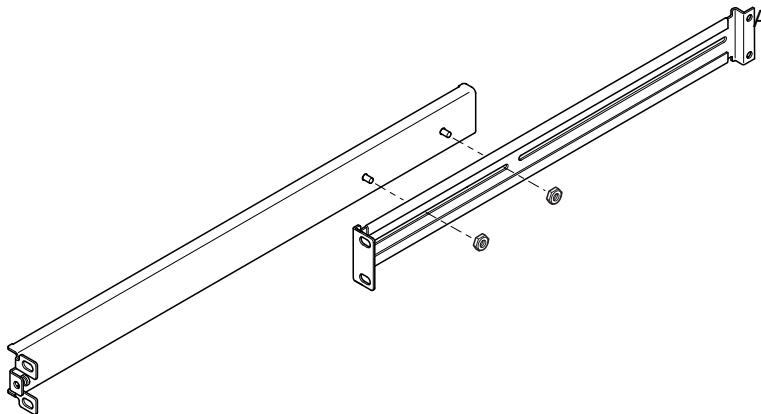

FIGURA 2-2 Posizionamento delle guide di montaggio in un rack Sun StorEdge da 72 pollici di altezza
1. Posizionare le due estremità della guida in modo che la linguetta biangolare (A) si trovi nella posizione corretta per il rack che si desidera installare.
- Per il rack Sun StorEdge, da 72 pollici di altezza e 19 di larghezza, la linguetta biangolare (A) deve trovarsi nella parte posteriore (vedere FIGURA 2-2).